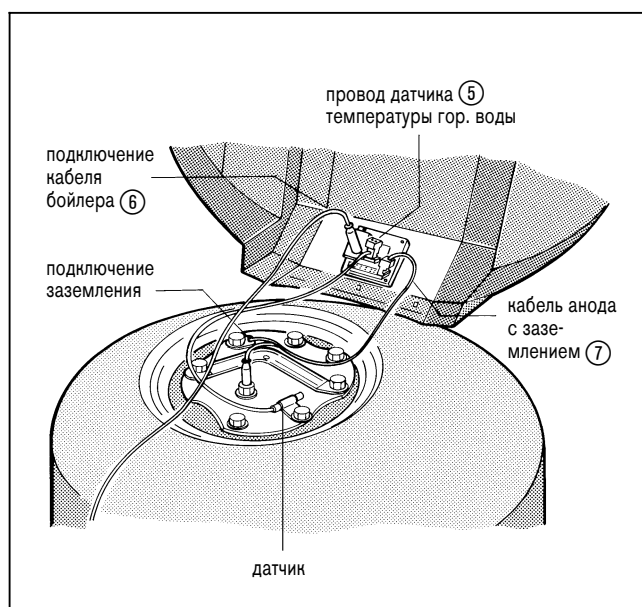

Рис. 13
- Вынуть штекеры подсоединительного кабеля бойлера ⑥, провода датчика ⑤ и кабеля анода ⑦ из разъемов на стабилизаторе напряжения (рис. 13).
- Проверить крышку бойлера на герметичность. Все штекеры вставить в разъемы стабилизатора напряжения соответственно их маркировке или кодам (рис. 13).